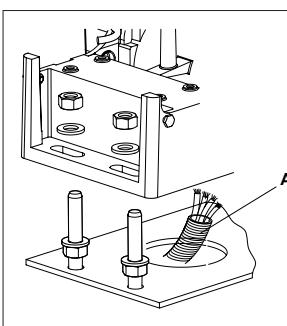

Fig. 9
- 2) Placer l'opérateur sur la plaque en utilisant les rondelles et les écrous fournis d'après la Fig.9.
Durant cette opération faire passer les câbles à travers la fente spécifique présente dans le corps du réducteur de l'opérateur (Fig.9 réf.A).